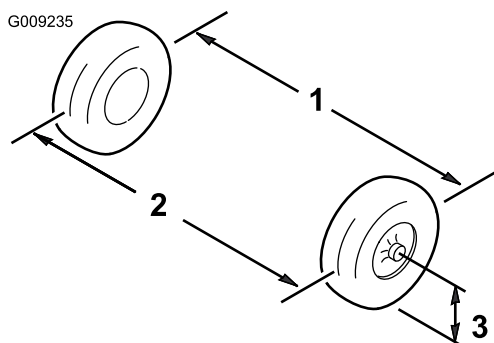

Figure 51
1. Mesurez la distance entre les roues avant à hauteur d'essieu, à l'avant et à l'arrière des roues (Figure 51).